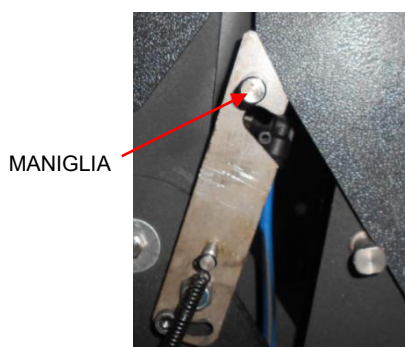

Figura 3
2. Ruotare la maniglia del dispositivo di blocco in senso antiorario finché il dispositivo di bloccaggio non viene rilasciato completamente dall'albero. Fare riferimento alla figura 3
【NOTA】 Il sollevatore può essere utilizzato solo quando il dispositivo di bloccaggio e l'albero sono come in figura 3. Se questo sollevatore non viene utilizzato per molti giorni, si prega di utilizzare il dispositivo di bloccaggio per bloccare il sollevatore. Il modo di chiusura può essere diviso in elettrico e manuale.